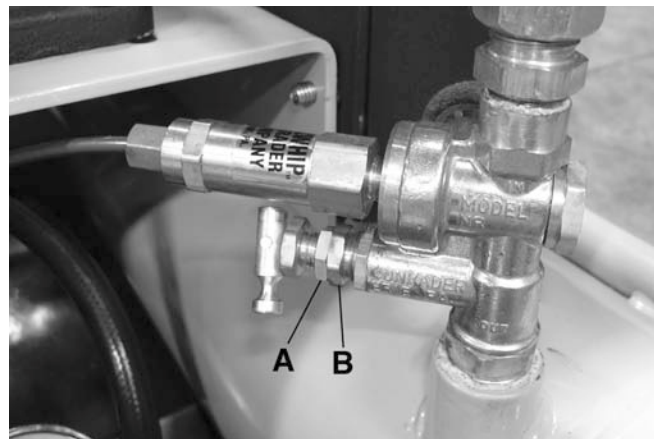

FIGURE 6
Ce compresseur vient de l'usine avec une pression d'enclenchement et de déclenchement régler à 95-125 lb/po², ce réglage peut être modifier à la hausse jusqu'à 150 lb/po² en effectuant un réglage à l'ensemble de la soupape de décharge Fig.6.
Pour augmenter la pression de déclenchement (pression maximale), en utilisant une clé ouverte, desserrez la soupape de décharge (A) Fig.6 en la tournant dans le sens antihoraire. Ensuite tournez le raccord de la soupape de décharge (B) dans le sens horaire. Effectuez de petits réglages dans un premier temps et vérifiez le nouveau réglage jusqu'à ce que le réglage de la pression souhaitée est obtenue. Resserrez la soupape de décharge.